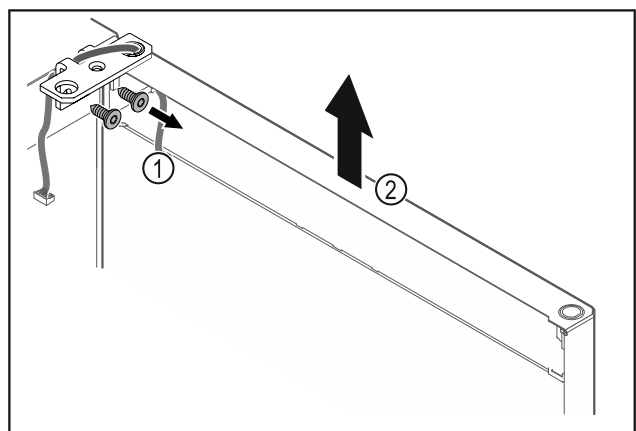

Fig. 20
- Odšroubujte úhelník závěsu Fig. 20 (1).
- Zvedněte dvířka včetně úhelníku závěsu Fig. 20 (2) přibližně 200 mm rovně směrem nahoru a vyjměte je.